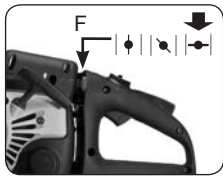

Abb. 9D
3. Ziehen Sie den Drosselhebel (F) in Stellung EIN |◄| (Abb. 9D).